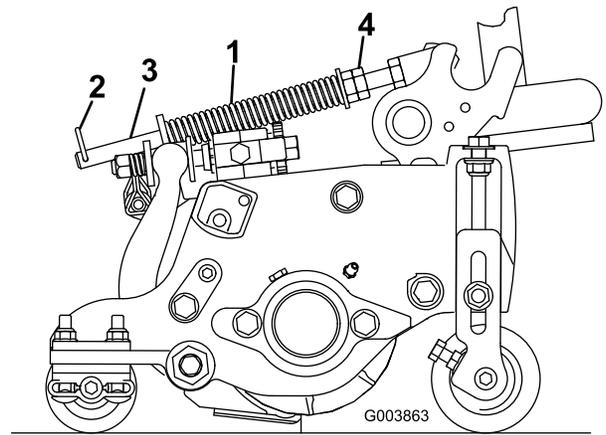

Figura 12
2. Aperte as porcas sextavadas na extremidade dianteira da haste da mola até que o comprimento comprimido da mola seja 12,7 cm nas unidades de corte de 5 polegadas Reelmaster 5210 e 5410, ou 15,9 cm nas unidades de corte de 7 polegadas Reelmaster 5510 e 5610 (Figura 12).
A mola de compensação de relva (Figura 12) transfere peso do cilindro dianteiro para o cilindro traseiro. (Isto ajuda a reduzir o efeito ondulado na relva, também conhecido como ondulação ou "bobbing".)
1. Certifique-se de que o contrapino do gancho está instalado no orifício traseiro na haste da mola (Figura 12).